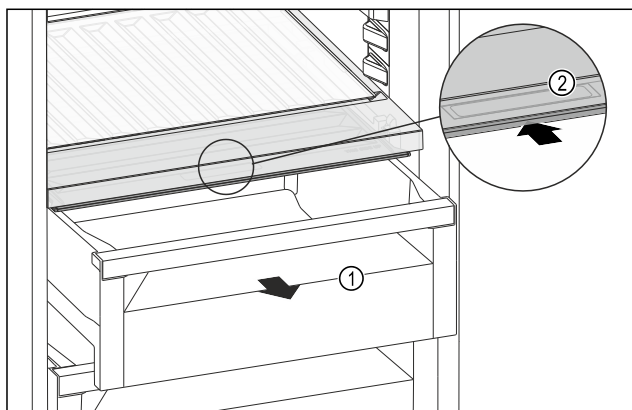

Fig. 263
- Изтеглете чекмеджето Fig. 263 (1).
- Хванете вдлъбнатия захват Fig. 263 (2) на капака на отделението и едновременно с това избутайте назад капака на отделението.